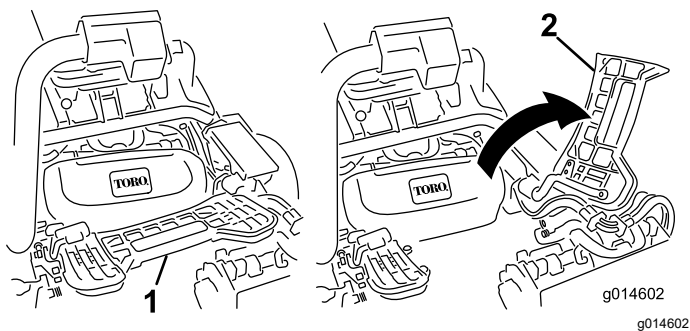

Figura 51
1. Levante o apoio de pé e incline-o para aberto, permitindo o acesso à posição da unidade de corte central (Figura 51).